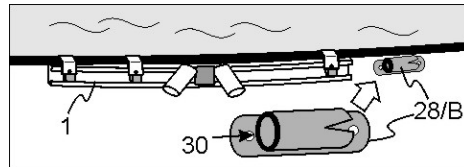

Abb. 3.4
ähnlich Abb. 3.4)
- Länge der Stütze (6) auf Beckenhöhe durch kürzen anpassen und die Stütze (6) an den Kunststoff-anker (5) einstecken. Der Boden unter der Stütze (6) muss fest sein.
Am Ende des „C“ Profils (1), wie abgebildet, einen Spanner (28/B) auf den Stahlmantel kleben. Dieser Spanner (28/B) ist notwendig für Auf- und Abbau des Domes. (Abb. 3.4).
(ähnlich Abb. 3.4)